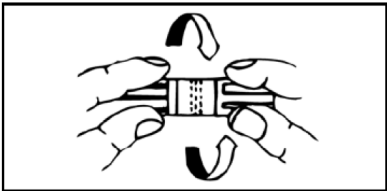

図1
2. 図1のようにキャップを回転させてラベルのシン目を切り開封する。